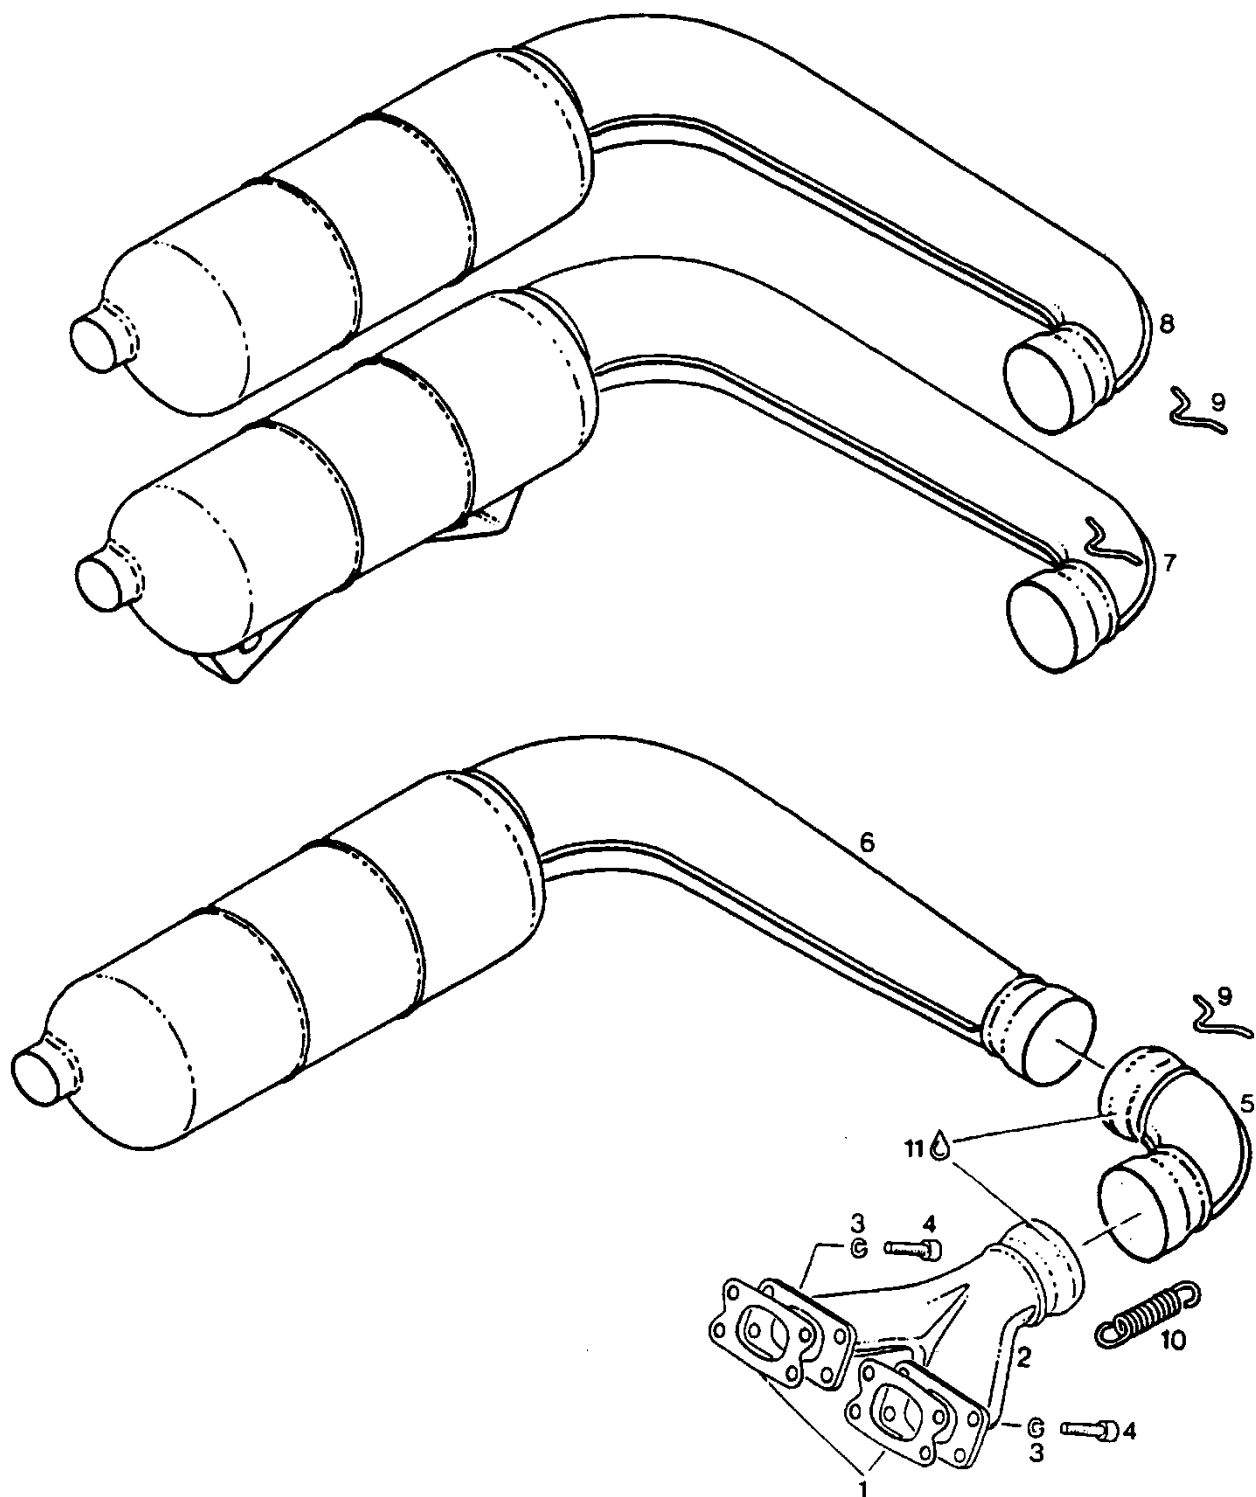

Рис. 48. Поперечная выхлопная система
3. Поперечная - 2x90 (рис. 48).
К рис. 48